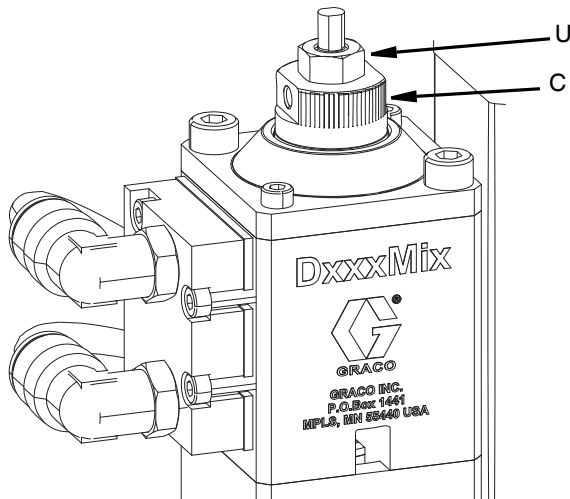

FIG. 10
3. Ouvrir lentement l'écrou de réglage (C) puis faire circuler la pression de l'air jusqu'à ce que le débit désiré soit atteint.
4. Serrer le contre-écrou (U) pour maintenir l'écrou de réglage (C) en place. Voir FIG. 10.